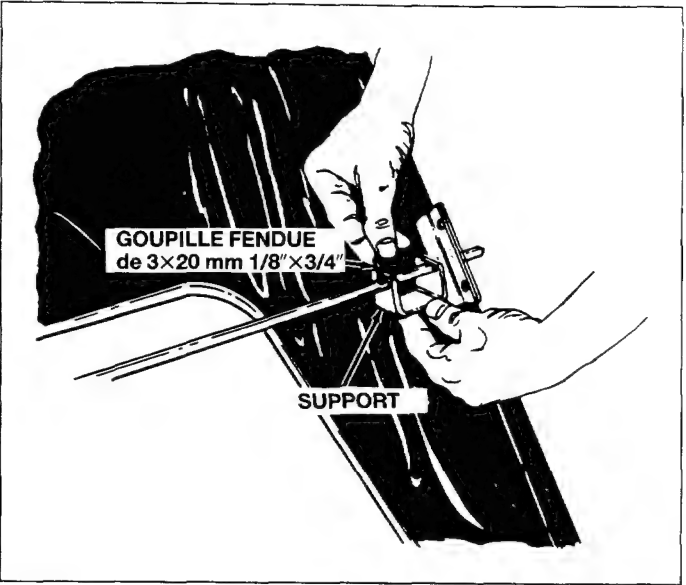

Fig. 24
14. Fixez les supports de chaque côté du réservoir, à l'aide d'une goupille fendue de 3×20 mm. Voir la figure 24.